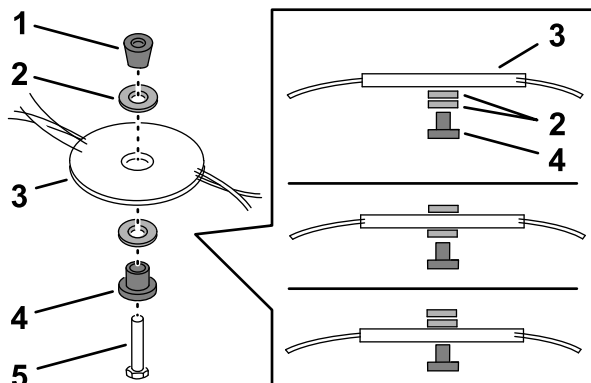

Рисунок 29
5. Используйте ключ, прилагаемый к машине, чтобы снять режущий диск путем вращения болта против часовой стрелки (Рисунок 29); сохраните все крепежные детали.